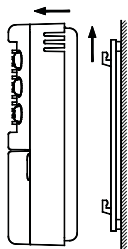

Fig. 2 - Abb. 2
- Sganciare la piastra a muro innestata sotto la base del cronotermostato come indicato in Fig. 2.